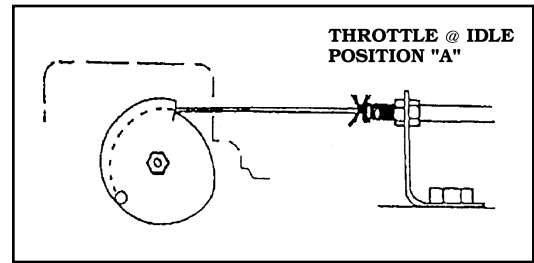

FIGURE 4
- A. MAKE A MARK ON THE THROTTLE CABLE WHEN THE THROTTLE IS IN THE IDLE POSITION. **FIGURE 4**